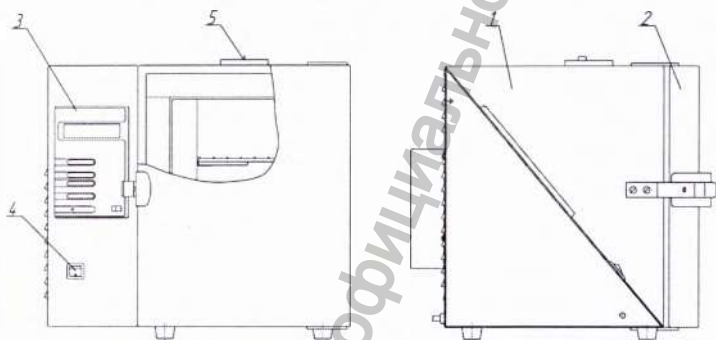
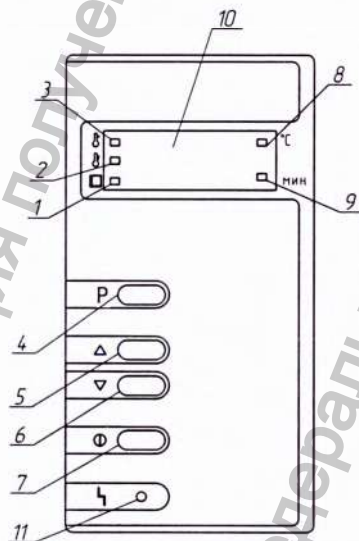

Рисунок 1. Общий вид.
Рисунок 2. Блок управления.
1.4.1 Общий вид стерилизаторов представлен на рис. 1 и 2.
Установить выключатель (поз. 4, рис. 1) в положение " I ". На блоке управления загорится индикатор (поз. 8, рис. 2), информационное табло (поз. 10, рис. 2) отображает текущую температуру в стерилизационной камере.
Для выбора режима стерилизации нажать на кнопку "Р" (поз. 4, рис. 2) и выбрать нужный, путем нажатия на одну из кнопок "Δ", "∇" (поз. 5, 6, рис. 2).
Для запуска выбранного режима кратковременно (не более 2 сек) нажать на кнопку "Ⓢ" (поз. 7, рис. 2). Стерилизатор перейдет в фазу «НАГРЕВ», начнет мигать индикатор "НАГРЕВ"/"ВЫДЕРЖКА" (поз. 3, рис. 2). Информационное табло индицирует изменение температуры в камере. Происходит нагрев до установленного значения температуры.
В фазе «ОХЛАЖДЕНИЕ» индикатор продолжает показывать изменение температуры в камере и горит индикатор "ОХЛАЖДЕНИЕ" (поз. 2, рис. 2). Температура в камере падает. При понижении температуры до 75 °С гаснет индикатор "ОХЛАЖДЕНИЕ", загорается индикатор "ВЫГРУЗКА" (поз. 1, рис. 2) и звучит прерывистый звуковой сигнал, который выключается через 1 минуту. Для отключения звукового сигнала, необходимо удерживать кнопку "Р" не менее 3-х секунд.
2.3.2 Установить выключатель (поз. 4, рис. 1) в положение " I ". На блоке управления загорится индикатор (поз. 8, рис. 2), информационное табло (поз.10, рис. 2) показывает текущую температуру в стерилизационной камере.
2.3.3 В алгоритм работы стерилизаторов, заложена возможность автоматического запуска прерванного (в результате кратковременного пропадания питающего напряжения) цикла. Если после включения произошел автоматический запуск цикла, то для его остановки необходимо нажать на кнопку "⓪" (поз. 7, рис. 2) и удерживать ее в течение 3 секунд.
2.3.4 Для выбора режима стерилизации необходимо нажать на кнопку "P" (поз. 4, рис. 2), (на информационном табло попеременно отображаются установленная температура и время выдержки) и выбрать требуемый, путем нажатия на одну из кнопок "Δ" или "∇" (поз. 5, 6, рис. 2). Для выбора доступны четыре предустановленных заводом-изготовителем режима работы, соответствующие требованиям ГОСТ 22649-83 (таблица 3). Запуск цикла осуществляется коротким (не более 2 сек) нажатием кнопки "⓪".
После перехода в состояние редактирования режима начнет мигать индикатор температуры (поз. 8, рис. 2). Кнопками «Δ» и «∇» установите нужное значение температуры.
После установки требуемой температуры, для перехода в заданию времени выдержки, необходимо удерживать нажатой кнопку «Р» в течении 3-х секунд. Начнет мигать индикатор времени (поз. 9, рис. 2). Кнопками «Δ» и «∇» установите нужное значение времени выдержки.
2.3.8 При достижении заданной температуры стерилизатор переходит в фазу «ВЫДЕРЖКА». Включается светодиодный индикатор " ВЫДЕРЖКА " (поз. 3, рис. 2), информационное табло попеременно индицирует время выдержки и текущую температуру в камере. Происходит выдержка при заданной температуре, по истечении которой стерилизатор переходит в фазу «ОХЛАЖДЕНИЕ».
2.3.9 В фазе «ОХЛАЖДЕНИЕ» индикатор продолжает показывать изменение температуры в камере и горит индикатор "ОХЛАЖДЕНИЕ" (поз. 2,рис. 2). Температура в камере падает.
2.3.10 При понижении температуры до 75 °С гаснет индикатор "ОХЛАЖДЕНИЕ", загорается индикатор "ВЫГРУЗКА" (поз. 1, рис. 2) и звучит прерывистый звуковой сигнал (в течении 1 минуты), после чего можно открыть дверь и произвести выгрузку.
2.3.11 По окончании работы установить сетевой выключатель в положение "О" (поз. 4, рис. 1).